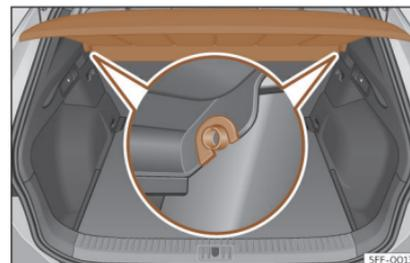

Fig. 112 Nel bagagliaio: smontare e montare il ripiano.
»» **fig. 112** tirandolo verso l'alto ed estrarlo.
- Inserire la copertura in modo orizzontale facendo coincidere la “mezzaluna” sull'asse dei supporti»» **fig. 112** e premendo verso il basso fino a far scattare l'innesto.